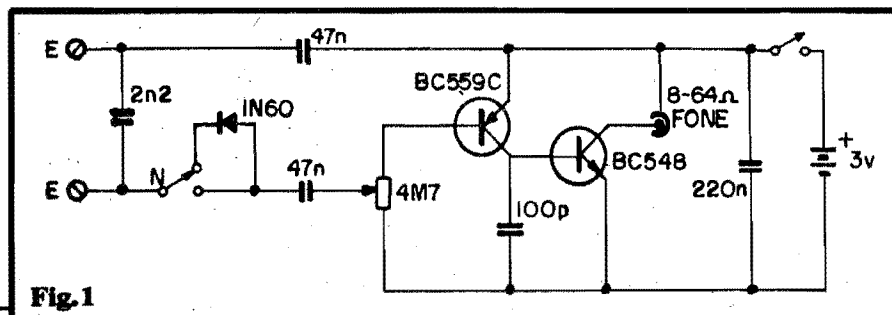

Fig.1
- FIG. 1 - O CIRCUITO - Não mais do que um super-amplificador (super em termos de ganho...) formado por dois transistores em arranjo de acoplamento direto, bastante apropriado para trabalhar em Frequências ultra-baixas... O primeiro transistor recebe, em seu terminal de base, os sinais a serem amplificados. Isso ocorre através do próprio potenciômetro de 4M7 que também exerce, no arranjo, função "polarizadora" da base do BC559C... O coletor desse primeiro transistor é o próprio "alimentador/excitador/polarizador" da base do segundo (BC548), o qual, como carga de coletor, tem um fone magnético comum (impedância entre 8 e 64 ohms) através do qual a tradução eletro-acústica final é feita... Um capacitor de 100p (entre o coletor do BC559C/base do BC548 e a linha de "terra"...), "desvia" eventuais manifestações de alta frequência, que não nos interessam no EXMBF... Um outro capacitor, este de 220n, desacopla e filtra a própria linha geral de alimentação, proveniente de 2 pilhinhas (total 3V). Os pontos E-E correspondem à Entrada, para ligação da "antena", "sensor" ou captador apropriado (veremos mais adiante). Os sinais de MBF são, inicialmente, filtrados ou "sintonizados" cruamente pelo capacitor de 2n2, e em seguida encaminhados ao bloco ativo (amplificador) do circuito, via par de capacitores de 47n... Notem que todos esses valores foram selecionados para facilitar a seleção e a passagem apenas dos sinais de
- Ligações ao jaque de fone e às duas chavinhas H-H, principalmente à chave CD-SD (com demodulação - sem demodulação) que pode inserir ou retirar o diodo 1N60 do circuito (rever "esquema", na FIG. 1).